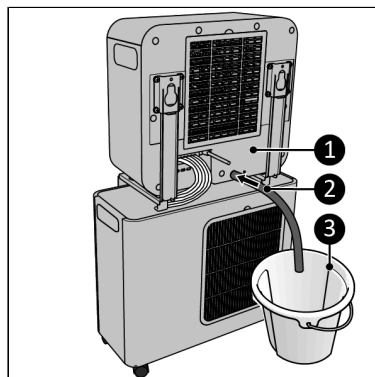

Figure 78.
7. Raccordez le tuyau d'évacuation d'eau condensée (Figure 78, pos. 2) à l'arrière de l'unité intérieure (Figure 78, pos. 1).
8. Guidez le tuyau d'évacuation d'eau condensée (Figure 78, pos. 2) vers un seau (Figure 78, pos. 3).
2. Le tuyau d'évacuation d'eau condensée (Figure 78, pos. 2) doit être raccordé à l'arrière de l'unité intérieure et être guidé vers un seau (Figure 78, pos. 3).